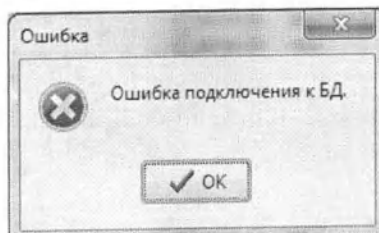
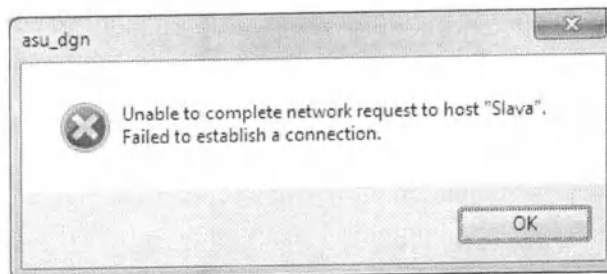

Рис. 4.60. Сообщение об ошибке подключения к базе данных
Рис. 4.62. Сообщение о невозможности подключения к серверу базе данных Firebird.
1. «Ошибка подключения к БД» (рис. 4.60). 2. «Unable to complete network request to host "Server". Failed to establish a connection» (рис. 4.62).	Открыть папку «Службы» («Пуск» - «Панель управления» - «Администрирование» - «Службы»), проверить тип запуска службы «Firebird Guardian» (должен быть «Автоматически») и запустить её. Тип запуска службы «Firebird Server» должен быть «Вручную». В диспетчере задач Windows проверить наличие работающих процессов «fbguard.exe» и «fbserver.exe».